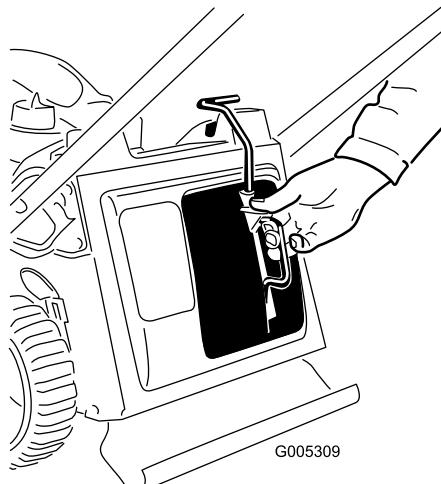

Рисунок 25
- Снимите заглушку для мульчирования (Рисунок 25).